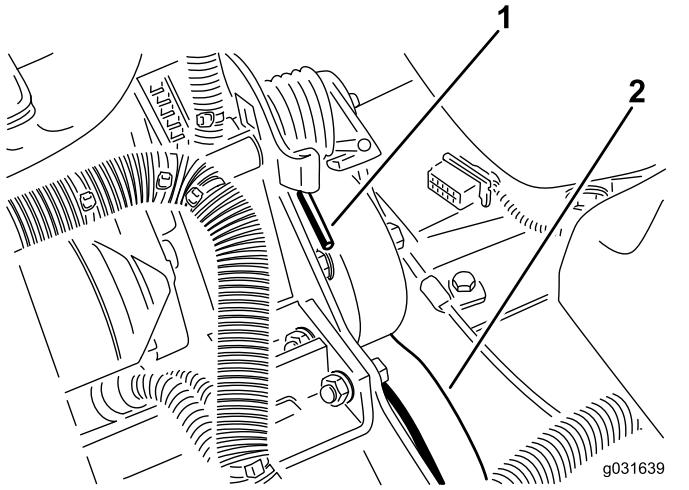

Рисунок 63
- Нажмите вниз и вперед на конец пружины, чтобы вывести ее из зацепления с кронштейном и снять натяжение пружины (Рисунок 63).